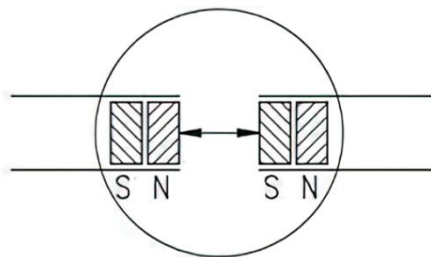

图 5-2：极位的确定，连接磁条
- 6: 将两部分连接前，检查极性。两端必须相互吸引(如有必要，使用罗盘针)。若两端有同样的极性，用半极分割缩短一端(图 5-2)；